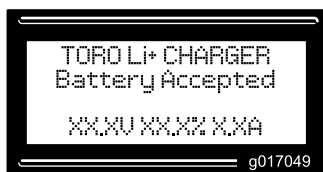

図 8
9. LCD メッセージディスプレイに、バッテリー接続確認が表示される図 8。